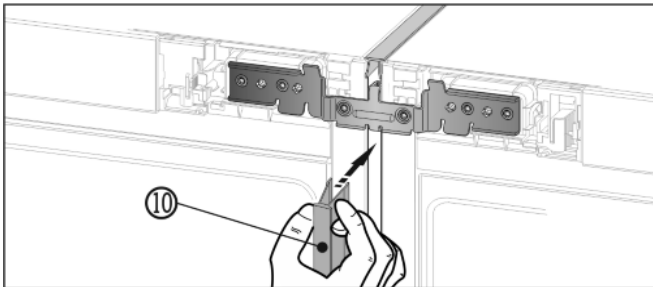

Fig. 14
- ▶ Długą listwę zakrywającą Fig. 14 (10) wcisnąć z przodu do pionowej szczeliny. Należy zwracać uwagę na to, by listwa opierała się o blachę łączącą.